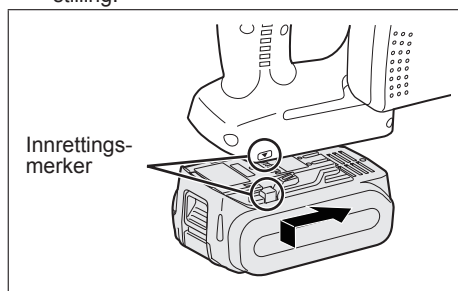

Fig. 2
- For å sette inn batteripakken (Se Fig. 2)